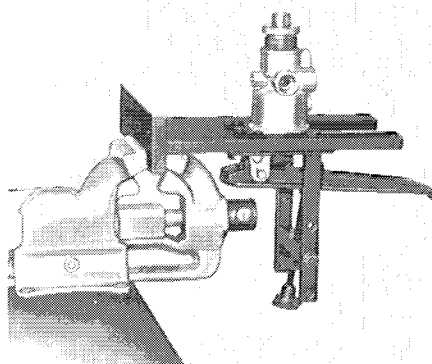
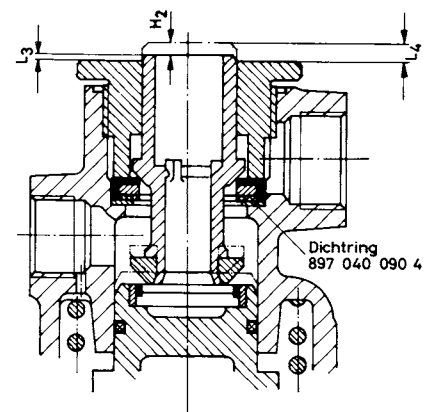

Abb. 2
Abb. 5
a) Zugwagen-Bremsventil in der im Schraubstock des Prüfstandes eingespannten Spannvorrichtung befestigen (Abb. 2). Evtl. das Gehäuseunterteil um 90° drehen und nach der Prüfung wieder in die alte zweckmäßigerweise zu kennzeichnende Lage (entsprechend der Abwandlung) zurückversetzen.
- a) Einen Dichtring (2) (die gummierte Fläche zeigt nach unten) und das Ventil (3) ins Zugwagenbremsventil einsetzen.
- b) Meßbuchse So.-Wzg. 033 bis zum Anschlag ins Bremsventil eindrehen. Abb. 2 und Abb. 5
- c) Mit der Tiefenlehre das Maß "L3" bei entspanntem Bremsventil messen (Abb. 5).
- d) Bremsventil über die Kreuzgriffschraube der Spannvorrichtung bis zum Anschlag betätigen, dann das Maß "L4" messen (Abb. 5).